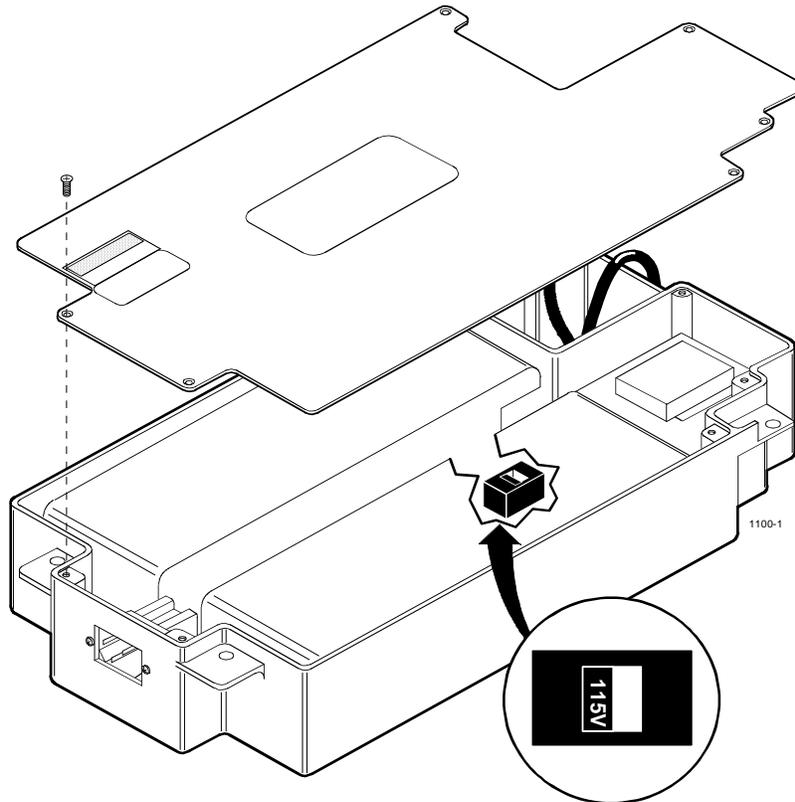

Abb. 1-1. Spannungswähler für 115 / 220 VAC
*Der Akkusatz verfügt über einen eingebauten Spannungswähler für 115 V bzw. 230 V Wechselfspannung. Bevor Sie den Akkusatz mit dem Netz verbinden, ist darauf zu achten, daß die Stellung des Spannungswählers der örtlichen Netzspannung entspricht. Zugänglich ist dieser Spannungswähler nach Lösen von 6 Schrauben, mit denen die Abdeckung mit dem Chassis des Akkusatzes verschraubt ist. Siehe dazu Abb. 1-1.*